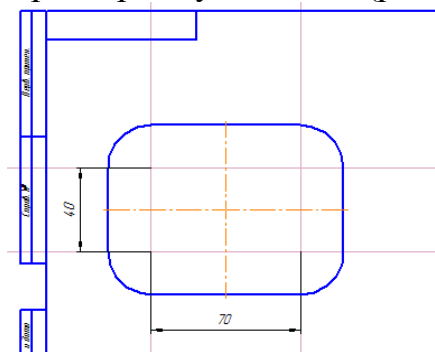

Рис. 3
5) Выберите команду *Параллельная прямая*. Постройте две пары параллельных прямых на расстоянии 20 и 35 мм соответственно, от вертикальной и горизонтальной осей симметрии прямоугольника (рис.3).